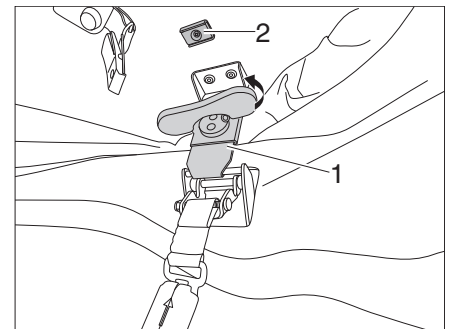
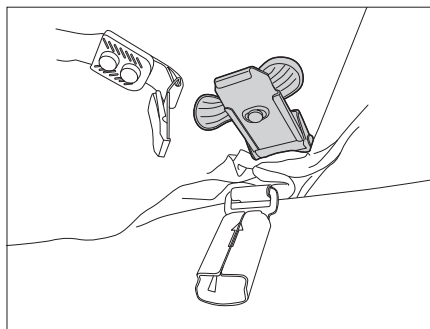

Bild 37 Verriegelungen entspannen
Bild 38 Verriegelung fixieren
- Drehgriffe der linken und rechten Verriegelung (Bild 37,1) aufstellen und gegen den Uhrzeigersinn drehen, bis die Verriegelungen entspannt sind.
- Drehgriff wieder nach unten klappen und den Verriegelungsmechanismus am Magnet (Bild 37,2) fixieren (Bild 38).